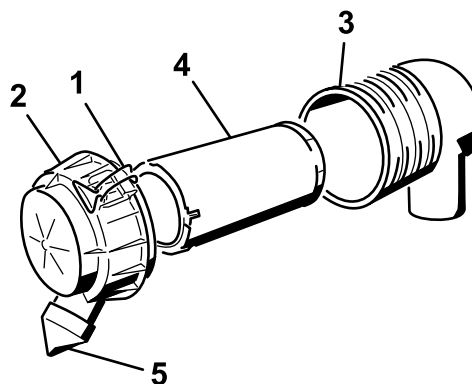

Figure 26
3. Déverrouillez le filtre à air et détachez le couvercle du boîtier du filtre (Figure 26).
6. Sortez l'élément filtrant du boîtier du filtre à air avec précaution (Figure 26).
- Posez l'élément filtrant avec précaution (Figure 26).
- Reposez le couvercle du filtre à air, le capuchon protecteur orienté en bas, et fermez les verrous (Figure 26).